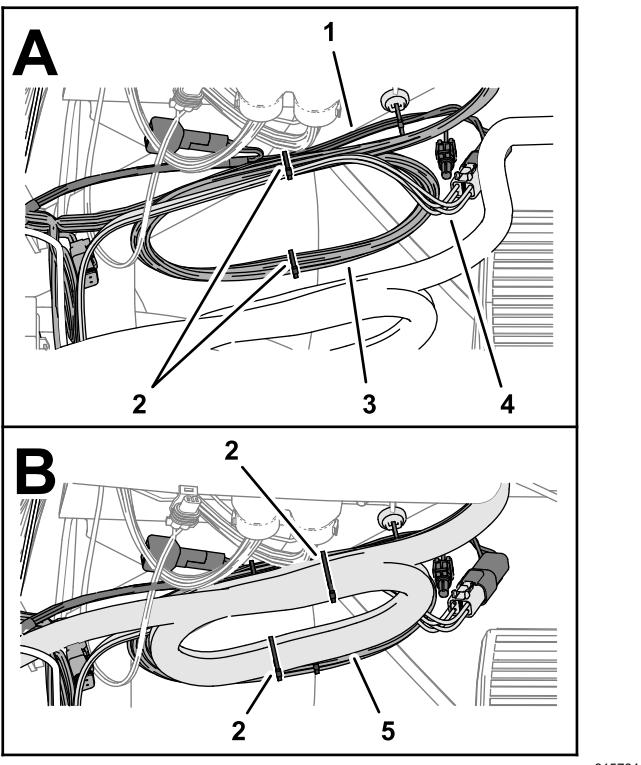

Figura 70
- En el tubo superior derecho del bastidor, sujete el arnés de datos de navegación y eléctrico, y la rama CAN 2 ASC 10 BUS del arnés de cables al arnés del kit de fumigación con 2 bridas (Figura 70).
- Enrolle y ate con 2 bridas el arnés de la antena del módem y el mazo del arnés de fumigación del kit (Figura 70).